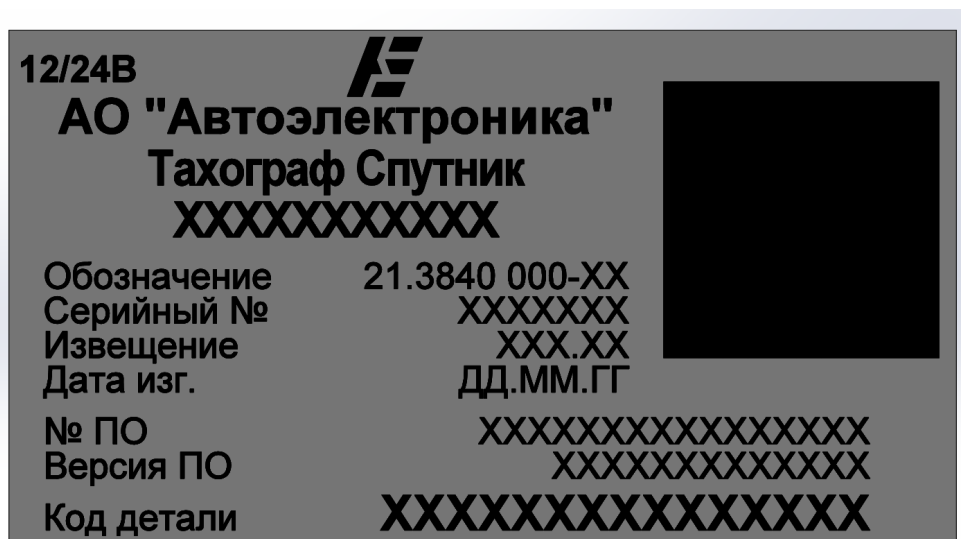

Рисунок 6. Пример этикетки тахографа.
2. этикетка с указанием марки тахографа, серийного номера и даты выпуска, которая находится на верхней стороне корпуса (см. Рисунок 6);
3. штамп ОТК завода-изготовителя, проставляемый на этикетке (см. Рисунок 6);